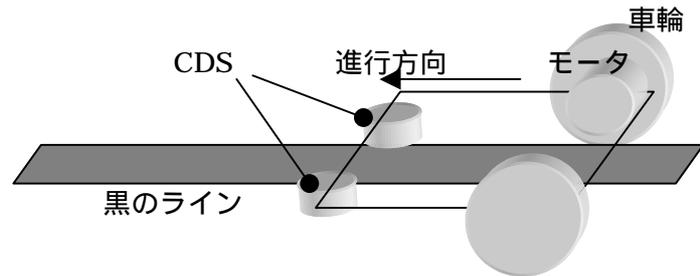

図2.1 ライントレーサの構想
- (1) 図2.1のように CDS センサを車体下部の2つ付け、黒線の近くかどうかを検出し、これを電圧の変化に変換する。
- (2) 電圧の変化をマイクロコンピュータで読み取る。(AD コンバータ内蔵マイクロコンピュータを利用する) 左右の光センサがどのくらい黒線に近いのか知ることができる。
- (3) プログラムで2つのモータに与える指令値を算出する。進行方向左車輪のモータへの指令値が大きければ車体は右に曲がる。
- (4) 2つのモータ指令値を2つのPWM信号に変換する。(μコンピュータに内蔵されているPWMユニット利用)
- (5) 2つのパワーMOSFETで2つのモータを駆動する。